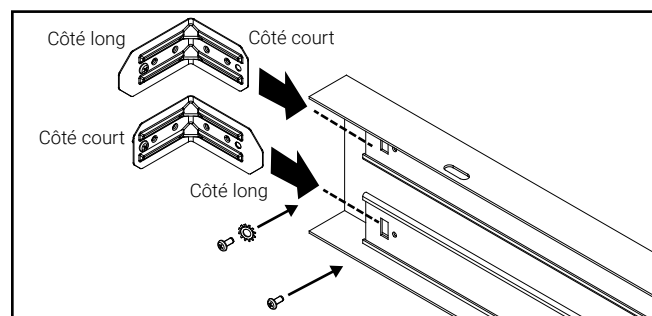

Figure 1.
3. Insérez le **côté court du support** dans la fente supérieure du panneau B de la SMK. Insérez le **côté long du support** dans la fente inférieure du panneau B de la SMK (Figure 1). Solidifier avec des attaches. La rondelle frein/blocage doit d'abord être installée sur le panneau B. **Répétez** la procédure sur le panneau d'accès A.